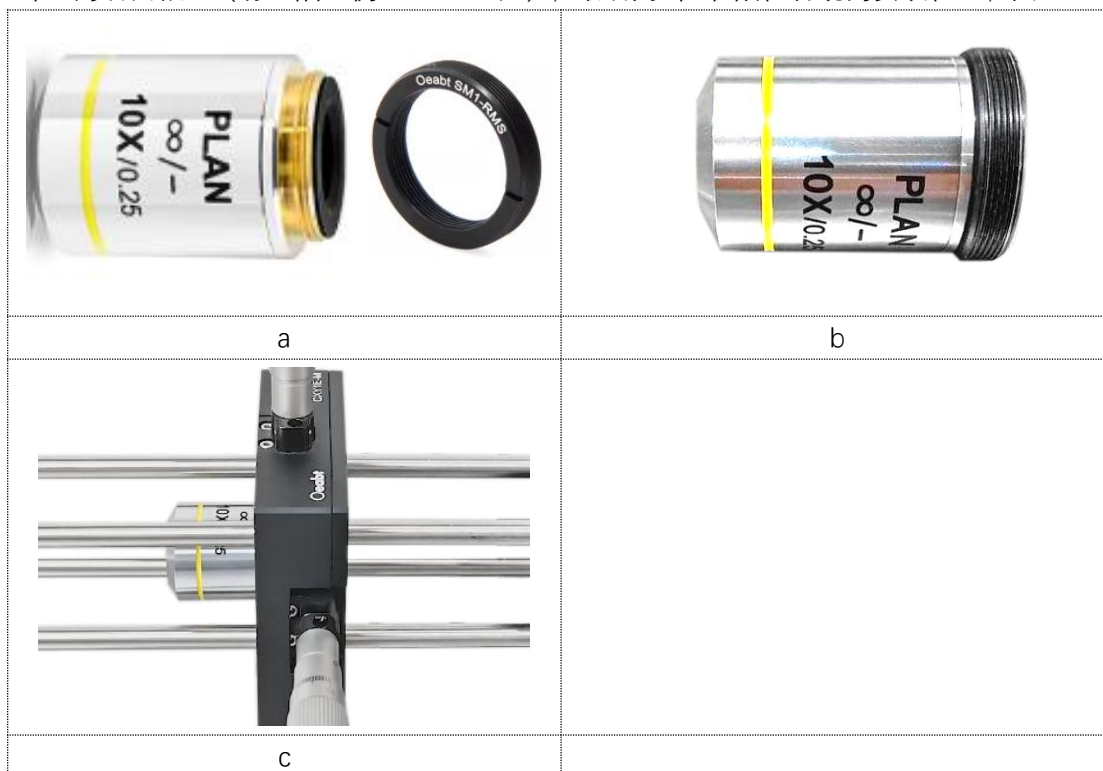

图 4-3
③、将“RMS 连接件”对接装到“物镜”上，图 4-3-b；然后将“物镜”安装到“XY 平移架”的后面板上（有凹陷一侧 5-10mm 处），最后用“卡环”限位物镜的安装位置，图 4-3-c。